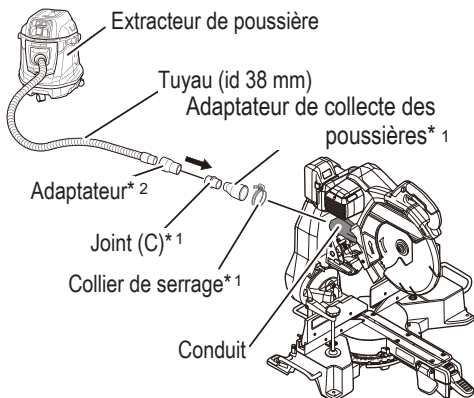

Fig. 55
13. Raccordement de l'extracteur de poussière (vendu séparément) (Fig. 55)
Le raccordement se fait en appuyant dans la direction de la flèche. (Fig. 55)